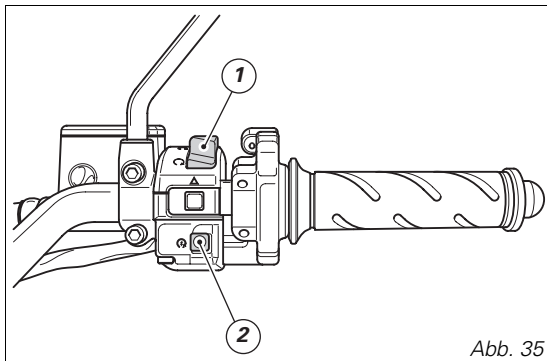

Abb. 35
- 2) Sicherstellen, dass sich der Stoppschalter (1, Abb. 35) auf  (**RUN**) befindet, dann den Startknopf (2) drücken.